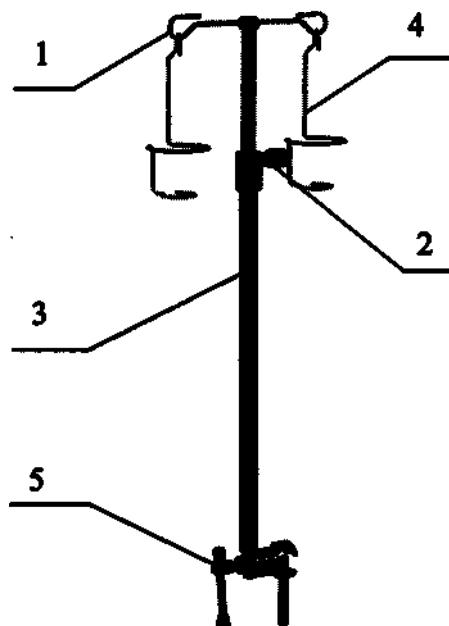

Рисунок 2. Штатив для вливаний.
2. Штатив для вливаний (инфузионная стойка) (Рисунок 2). Изготовлен из нержавеющей стали, регулируется по высоте, снабжен двумя крючками 1 и двумя держателями стандартных флаконов 4. Оснащен встроенным крепежным зажимом 5 для крепления на направляющих рейках стола.
Регулирование высоты штатива производится вручную при помощи фиксатора 2 (Рисунок 2). Отрегулируйте высоту штатива, после чего зажмите фиксатор в отрегулированном положении.